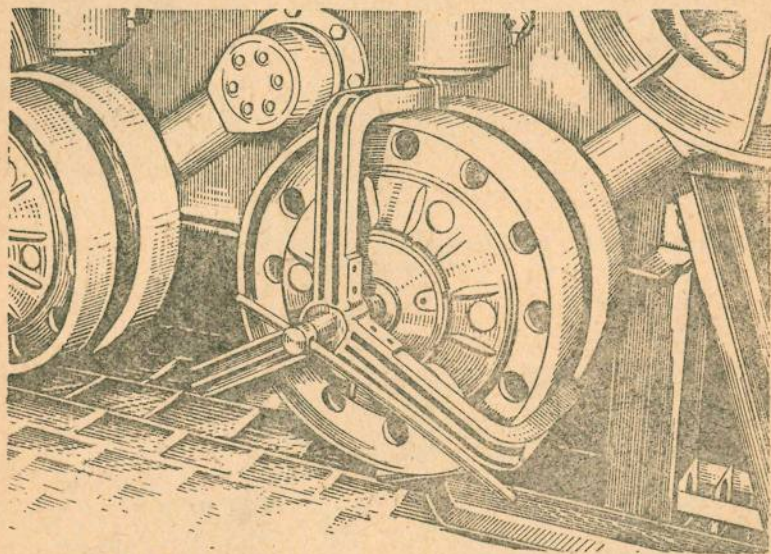

Рис. 48. Обжатие крышки нижнего катка при помощи приспособления для установки пружинного кольца
15. Обжать крышку катка при помощи приспособления (рис. 48). Установить стопорное пружинное кольцо крышки с помощью отвертки и молотка. Снять приспособление.